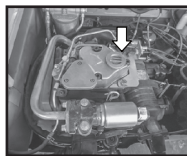

Fig. 22
- Cambie la arandela de cobre del tapón de drenaje, limpie la superficie del asiento del tapón y el tapón roscado del cárter de aceite y, a continuación, apriete el tapón de drenaje con un par de apriete de 4 kg-m. Quite el tapón de llenado de aceite de la cubierta del balancín. Llene con aceite de motor nuevo unos 1,5 litros a través del orificio de aceite de la cubierta del balancín. (Consulte la **Fig. 22**)